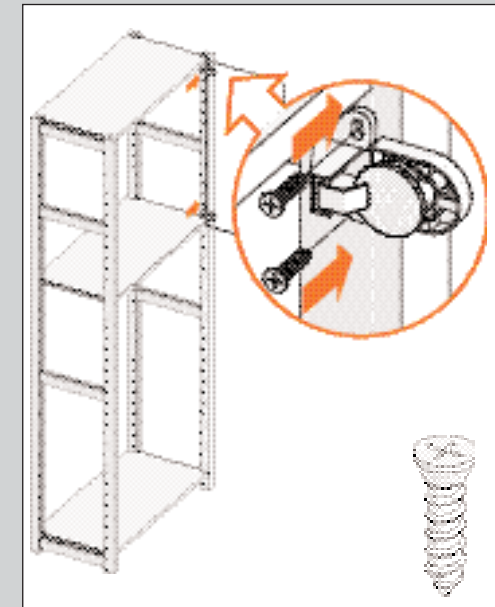

ABBILDUNG 26
- Befestigen Sie das Scharnier mit zwei Schrauben in den vorgebohrten Löchern im Ständer (siehe Abb. 26).